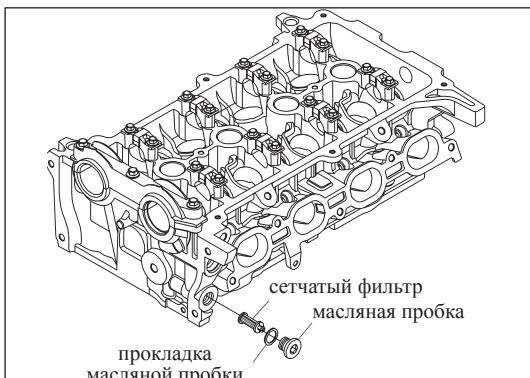

Рис. 12-3-48. Установка сетчатого фильтра, прокладки пробки и масляной пробки
- » Установить на головку блока цилиндров сетчатый фильтр, прокладку масляной пробки и масляную пробку, как изображено на рис. 12-3-48.